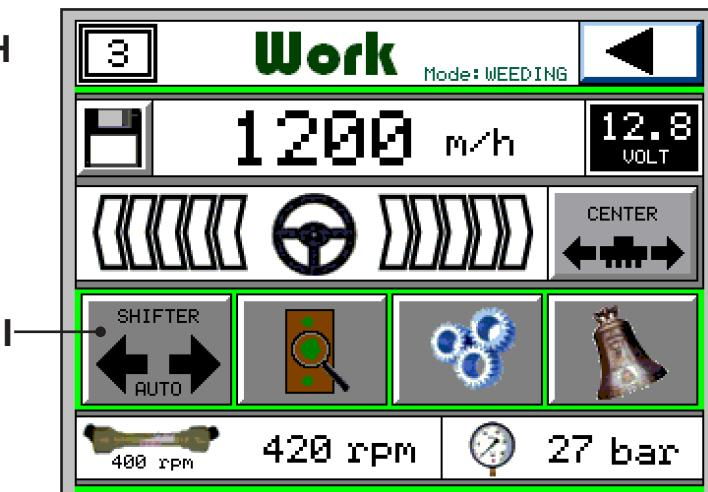

Fig. 5
- 10) Nella pagina "WORK" (Fig. 5) premere il tasto **(I)** e si passa alla pagina "SHIFTER" (Fig. 6), premere il tasto **(L)** per passare alla gestione manuale.
- 12) Premere il tasto **(M)** per tornare alla pagina "WORK" (Fig. 5).
- 10) In the page "WORK" (Fig. 5) press the button **(I)** and proceed to page "SHIFTER" (Fig. 6), press the button **(L)** in order to move to the manual control.
- 12) Press the button **(M)** to go back to page "WORK" (Fig. 5).
- 9) Retourner au menu WORK (**Fig. 5**) en utilisant la flèche en haut à droite (**H**).
- 12) Retourner au menu WORK page principale (**bouton M**) (**Fig. 5**).
- 9) Regrese al menú "WORK" (**Fig. 5**) pulsando la tecla (**H**).
- 10) En la página "WORK" (**Fig. 5**) pulse la tecla (**I**) para pasar a la página "SHIFTER" (**Fig. 6**), pulse la tecla (**L**) para pasar al control manual.
- 12) Pulse la tecla (**M**) para regresar a la página "WORK" (**Fig. 5**).